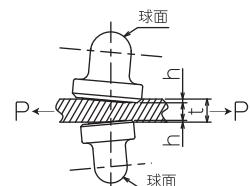
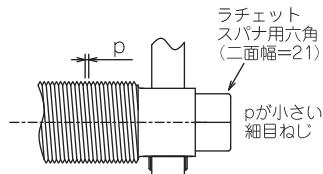
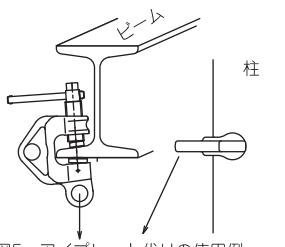

図1 歯のくい込み深さ：h
図3 ねじのピッチ：p
図5 アイプレート代りの使用例
- ①スクリュー・キャップ及びカムとも、荷重の作用点は、球状（ピボット状）となっているため、つり荷が微小でも動くと動きに同調し、回転すると同時に全方向に傾き大きな“力”でつり荷にくい込みます。（図1をご参照ください）
- ③ねじは締め付け力の大きいしかも戻りにくい細目ねじ（自動締り）を使用しております。（図3をご参照ください）
- ④つり上げ作業中、万が一ハンドルが他の構造物に当たりねじが緩んだとき（60°以下のとき）でも、緩みを大きく超える保持力（歯の傾きによるストローク）があるので安心してご使用になれます。
- ⑤世界一軽量なクランプで女性でも作業ができます。
- ⑥球状Wカム方式なので、両側からくい込みます。（図1をご参照ください）
- ⑧ねじ頭部にラチェット・スパナ用六角（二面幅=21）を設けてあります。狭い場所での作業時ハンドルを外してご使用になれます。（図3をご参照ください）
- ⑨つり荷つかみ部勾配10°まで使用できます（Iピーム8°）。（6. 使用上の注意(8)項をご参照ください。）
- ⑩アイプレート代わりに使用できます。（図5をご参照ください）
(1)外観及び機能。(本体の損傷、ねじの作動状況、スクリューキャップ及びカムの回転と傾き、歯の摩耗と目詰まり等)(1.特長 図1及び6.使用上の注意(2)項をご参照ください。)